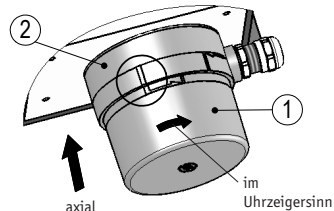

Abb. 7: Schließen
Schließen (Abb. 7):
- Die Haube (1) so auf das Getriebegehäuse (2) setzen, dass die beiden breiten Markierungen eine Linie bilden.
- Getriebegehäuse (2) festhalten und die Haube (1) im Uhrzeigersinn drehen bis der Bajonettverschluss einrastet und die beiden dünnen Markierungen auf einer Linie sind (Abb. 7).